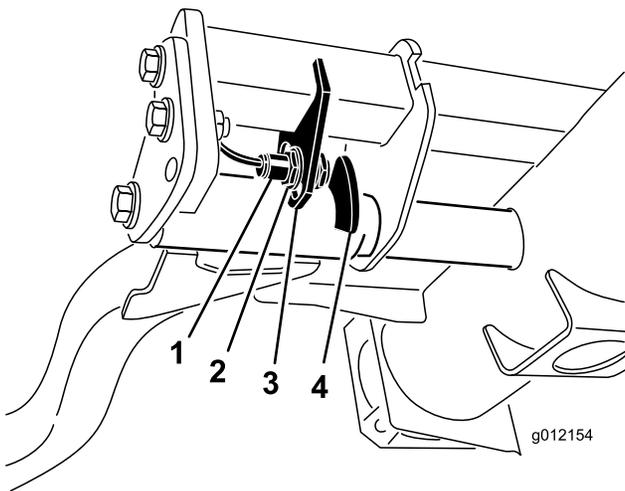

Figure 44
2. Le contacteur des bras de relevage se trouve sous le réservoir hydraulique, derrière le bras de relevage avant droit (Figure 44).
3. Desserrez les vis de fixation du commutateur (Figure 44) et abaissez le commutateur pour augmenter la hauteur du changement de direction des bras de relevage ou élevez-le pour réduire la hauteur du changement de direction. Serrez les vis de fixation.